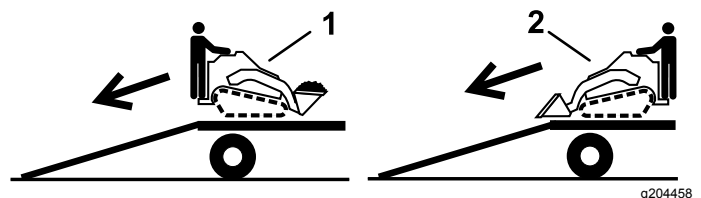

Figura 32
2. Descargue la máquina del remolque por la rampa con el extremo más pesado hacia arriba, y la carga en la posición más baja posible (Figura 32).